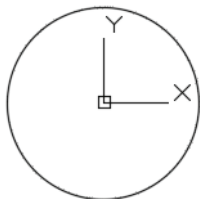

图 3-1 绘制圆
1) 在一个新的图形文件中，在当前坐标原点处绘制一个直径为 15 的圆，如图 3-1 所示。